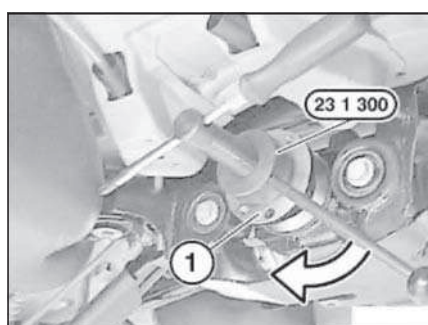

Рис. 17.10. Фланец
- Смазать рабочие кромки сальника и уплотняемую поверхность фланца маслом для редуктора. Надеть фланец (1, рис. 17.10) ведущей шестерни и напрессовать его, используя приспособление «23.1.300». Прекратить напрессовку, когда гайку можно будет накрутить на несколько ниток